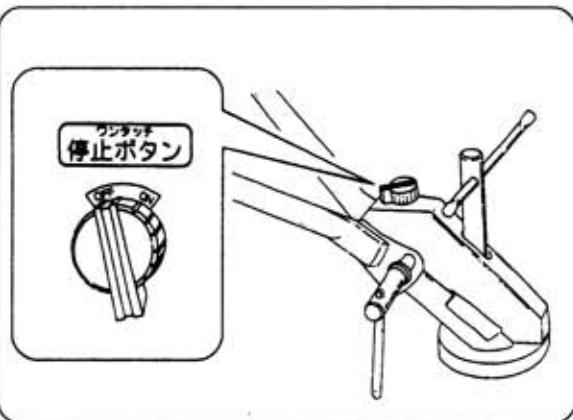

図12
③停止スイッチを【OFF】位置にしてください。エンジンが停止します。(図12)